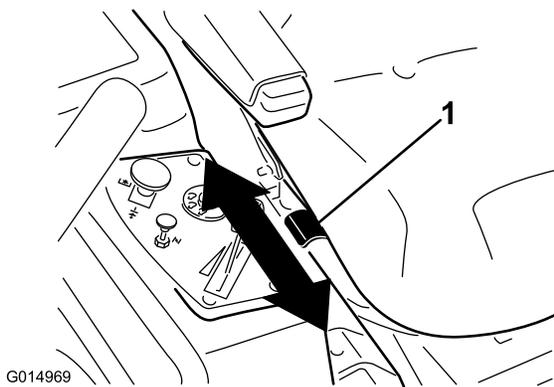
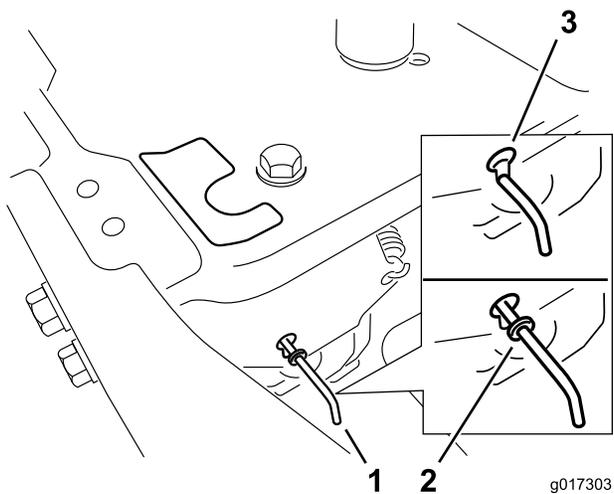

Figura 23
Figura 25
Siéntese en el asiento, levante un poco la palanca de ajuste del asiento y mueva el asiento hacia adelante o hacia atrás a la posición deseada (Figura 23).
4. Mueva las palancas de desvío hacia adelante a través del orificio y hacia abajo para bloquearlas en esa posición, según se muestra en la Figura 23 Figura 25. Asegúrese de hacer lo mismo con cada palanca.
Mueva las palancas de desvío hacia atrás a través del orificio y hacia abajo para bloquearlas en esa posición, según se muestra en la Figura 25. Asegúrese de hacer lo mismo con cada palanca.